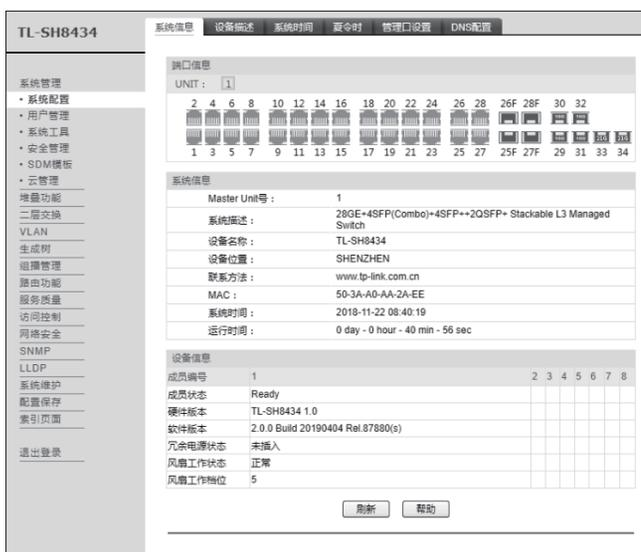

图4-2 交换机管理界面首页
4. 登录交换机管理界面首页,如图4-2所示。点击左上角本公司的商标,可以方便地访问本公司官方网站首页;点击主页左侧的主菜单栏即可进行相应功能的配置(此处以TL-SH8434为例)。